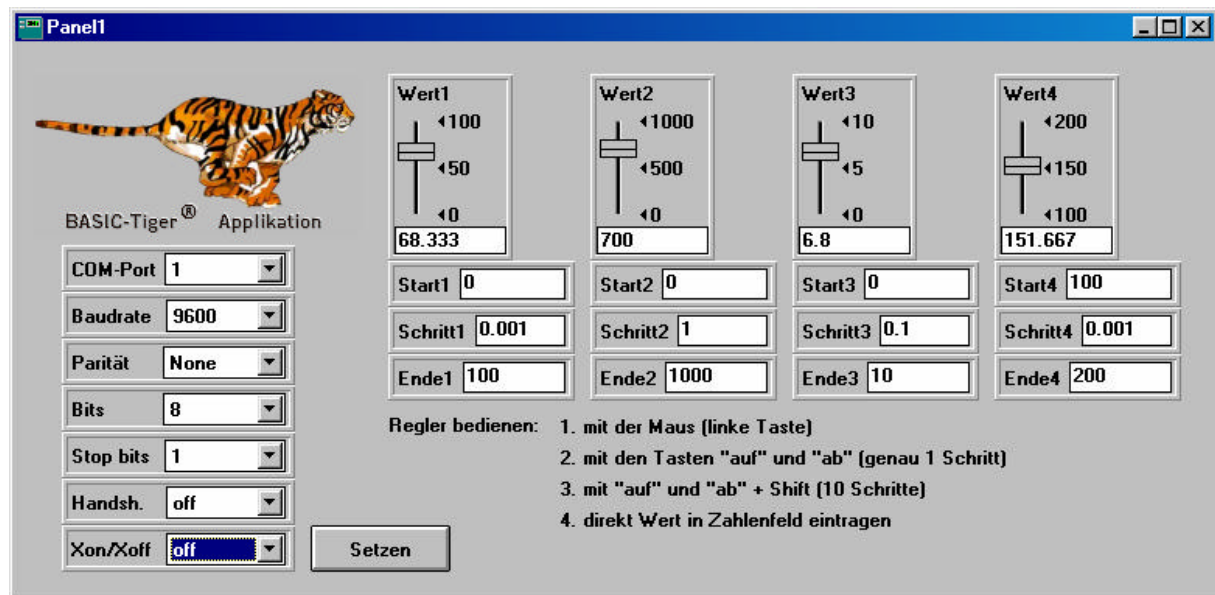

Bild 1 WERT_01.TST während der „Arbeit“
Nach dem Aufrufen von WERT_01.TST erscheint dessen Fenster, wie in Bild 1 gezeigt. Auf den ersten Blick mit sehr vielen Details, nach einer Eingewöhnung aber sehr einfach und trotzdem effektiv zu benutzen. Wir erkennen zunächst zwei unabhängige Bestandteile des Programms:
Wir erkennen vier gleichartige Einheiten mit Schieberegler, die darunter jeweils 3 Eingabefelder haben. Die Beschriftung sagt schon fast alles, wir können einen Anfangswert, einen Endwert und die Schrittgröße für jedes „Potentiometer“ frei festlegen. Die voreingestellten Werte Start (0), Schritt (0,1) und Ende (10) erscheinen bei jedem Start des Programms neu (ebenso übrigens die voreingestellten Werte für die serielle Schnittstelle). Schon in Bild 1 erkennen wir die Vielfalt der möglichen Einstellwerte.